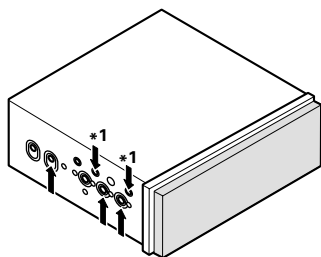

Abb. 15
- Anbringen dieses Produkts an die Werks-Radiomontagehalterung. (Abb. 15) (Abb. 16) (Abb. 17)